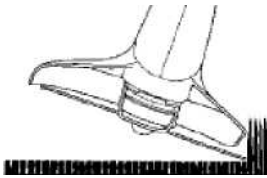

Fig. 17
2. **DECOUPE A PROXIMITE** (Figure 17). Si vous utilisez la machine à proximité d'une bordure, veillez bien à ce que l'unité soit à bonne distance. Conservez une distance entre vous et la machine.